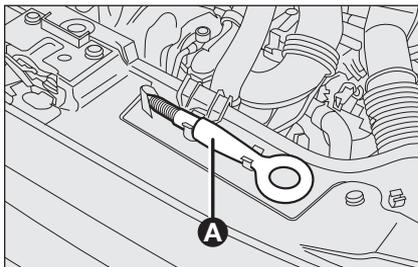

рис. 26
Буксировочное кольцо поставляется в комплекте с автомобилем и находится в моторном отсеке **рис. 26**.
- поднимите капот двигателя, освободите кольцо **А-рис. 26** из его гнезда;